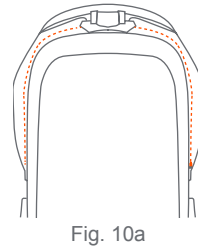

Fig. 10a
- 10) • Vérifiez que le tissu du siège est correctement fixé au support de siège. Si la fermeture à glissière du tissu de siège est ouverte, enroulez le tissu de siège autour du support de siège et fermez le tissu à l'aide de la fermeture à glissière (Fig. 10a).